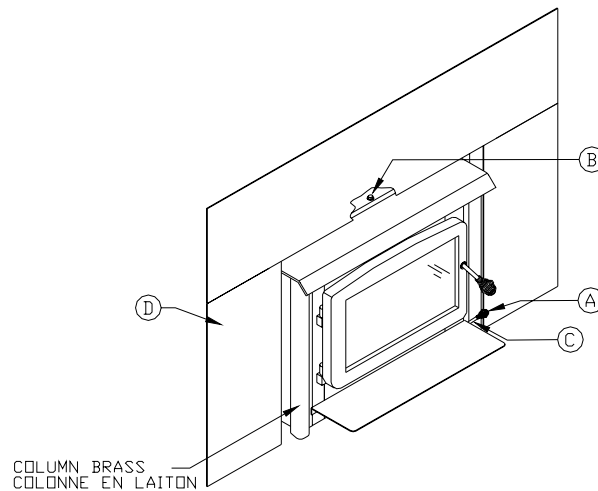

Figure 11
10. Poussez la tige de contrôle d'air (A) à fond. Faites revenir la rallonge réglable de la plaque avant à sa position originale en la faisant coulisser, jusqu'à ce que la plaque avant épouse parfaitement la façade du foyer (voir la figure 11). Il vous faudra employer une douille pied-de-biche de 11 mm (7/16") pour serrer l'écrou (B) situé juste au-dessus du dessus du poêle, au centre, de façon à bien fixer la rallonge réglable de la plaque avant au conduit supérieur de circulation d'air. Prenez la manette (C) du système de contrôle d'air et vissez-la sur la tige de contrôle d'air de 6.35 mm (1/4") de diamètre.